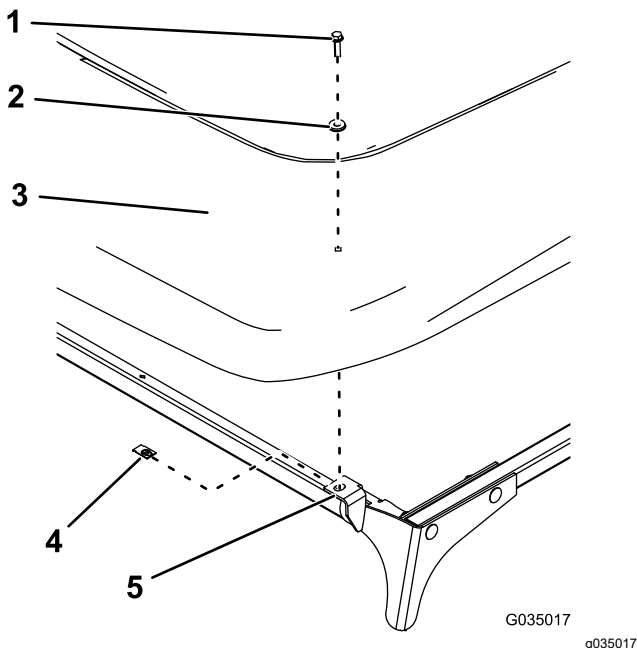

Bild 64
1. Befestigen Sie das Sonnendach mit zwei Clips, zwei Dichtungsscheiben und zwei Bundbolzen ($\frac{1}{4}$ " x 1") an den vorderen Platten, wie in Bild 64 abgebildet.